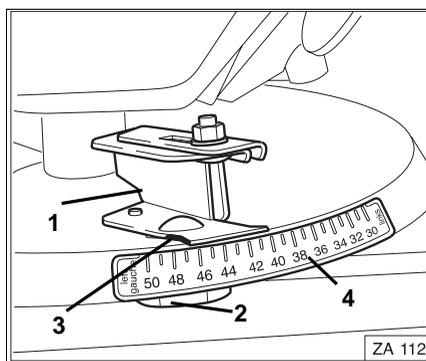

Fig. 36
- Montez l'aube de bordure (Fig. 36/1) avec l'écrou à ailettes (Fig. 36/2) sur la disque d'épandage.
- Positionnez l'arrête de lecture (Fig. 36/3) sur le nombre "50" épandage en bordure) ou "50" épandage en limite de parcelle) (données valables uniquement pour l'exemple présent) de l'échelle (Fig. 36/4) et resserrez à fond l'écrou à ailettes (Fig. 36/2).